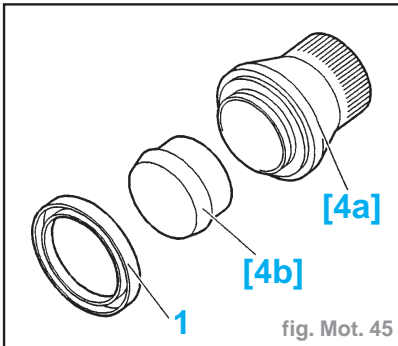

fig. Mot. 45
- Utiliser le cône [4b] (réf. 0189D2) pour monter le joint d'arbre à cames (1) sur l'outil [4a] (réf. 0189D1) (fig. Mot. 45).